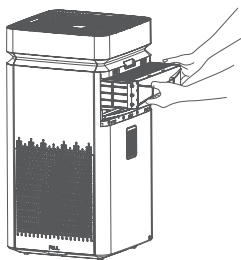

Fig. 4
2. Spegnerne l'apparecchiatura, aprire il pannello posteriore ed estrarre i filtri lamellari (Fig 4).